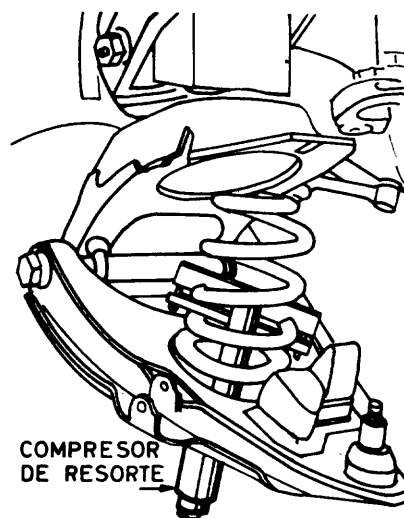

Fig. 3
- ___ b Instale el compresor de resorte (fig. 3).